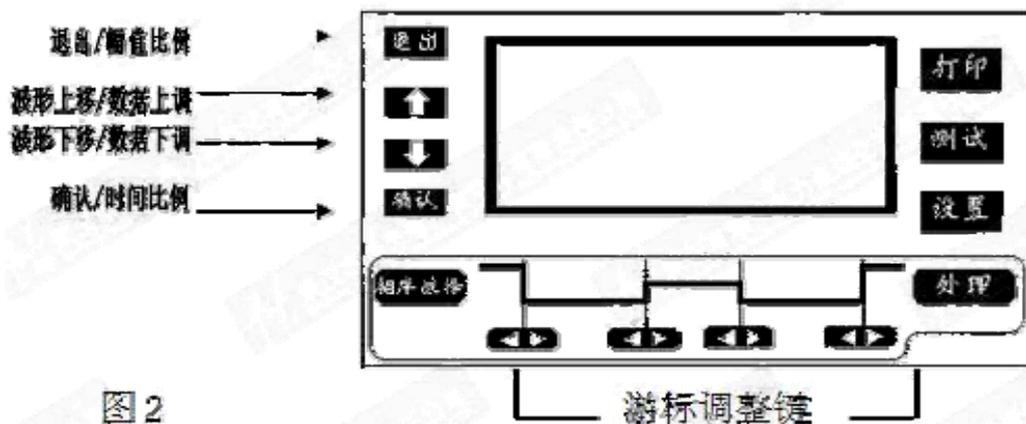
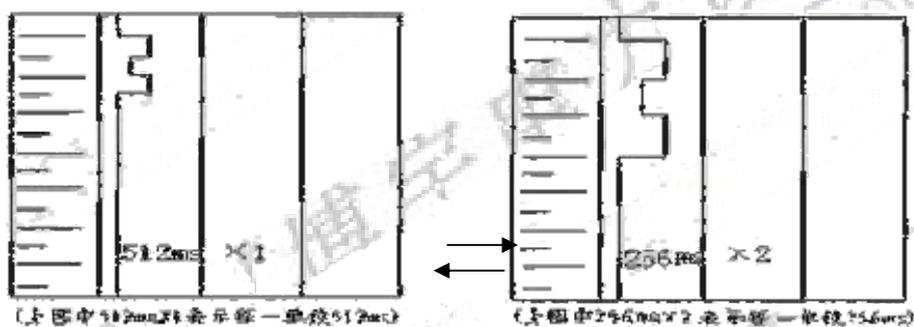
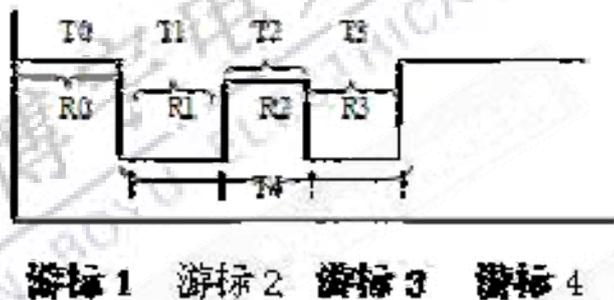

图 2
图 3
图 9
3. 键盘: 本仪器键盘、显示屏详细布局如图 2 所示: 图 2
仪器设功能键 4 个，即打印、测试、处理和设置。功能调整键 4 个，即确认、上移、下移、和退出。这 4 个键在显示波形时其功能分别为：时间比例、波形上移、波形下移和幅值比例。如图 2 所示。按“确认”键放大如图 3 所示。
人工或自动找到波形后，按“处理”键则显示如图 9 所示，移动光标到“参数查阅”处按“确认”键则出现如图 8 所示画面。则仪器将显示经平滑处理后的波形
用图 2 中的“游标键”调整游标位置到波形串联、并联、串联的明显转折处。游标调节好后显示屏上将直接显示出波形各段的时间和电阻值。各段参数的意义如图 9 所示，按“相序选择”键，选择调整 A、B、C 三项。处理好三项的参数后，再按“打印”键进行打印。这时打印的图纸包括波形和处理的参数值。